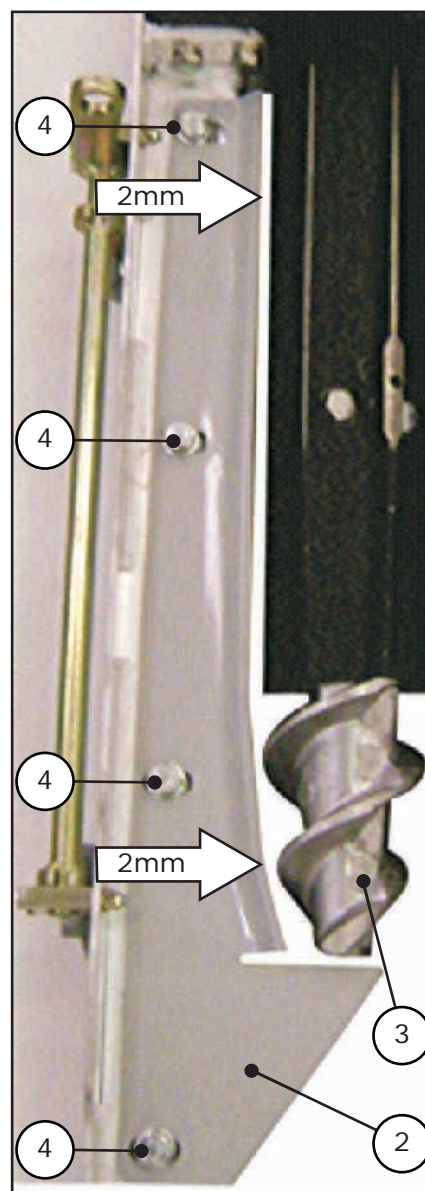

Figura 11
Os raspadores (item 2) evitam a entrada de impurezas ao redor dos rolos e ponteiros recolhedores (item 3), figura 11.
Os raspadores devem ser ajustados de modo que sua face fique em torno de 2 mm dos rolos e ponteiros, ver detalhe da figura 11.
- Solte os parafusos (item 4) nos dois raspadores (item 2) da figura 11;
- Desloque os raspadores (item 2) até obter um espaçamento adequado e uniforme em relação aos rolos recolhedores (item 3), conforme detalhe acima;
- Reaperte todos os parafusos (item 4).